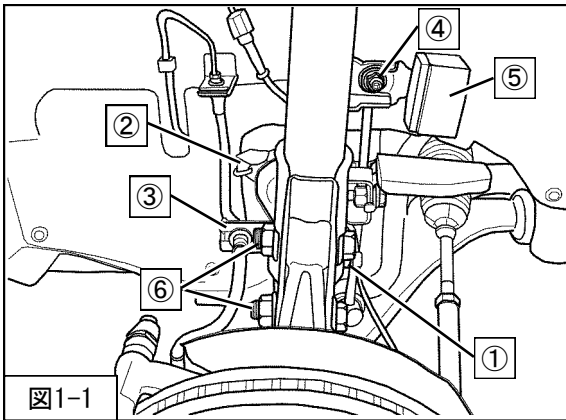

図1-1
2. ①ABSセンサハーネス取付クリップ
②ABSセンサハーネス取付ブラケット
③ブレーキホース取付クリップ
④スタビライザリンク取付ナット
⑤ダイナミックダンパー
⑥フロントサスペンションASSYロア取付ボルト・ナットを取外してください。（図1-1）
を取付けてください。(図1-1)